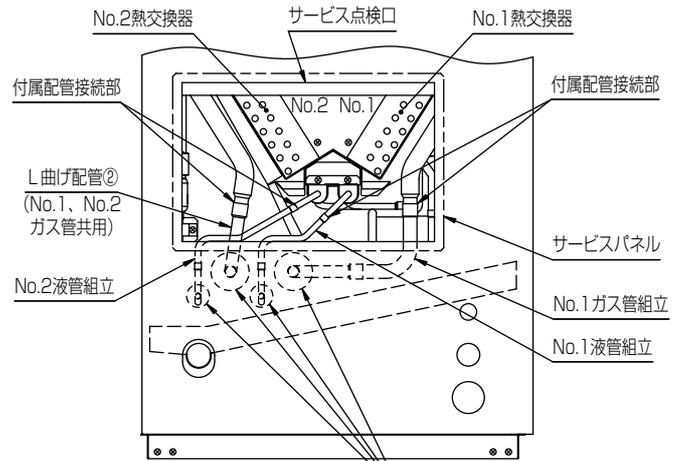
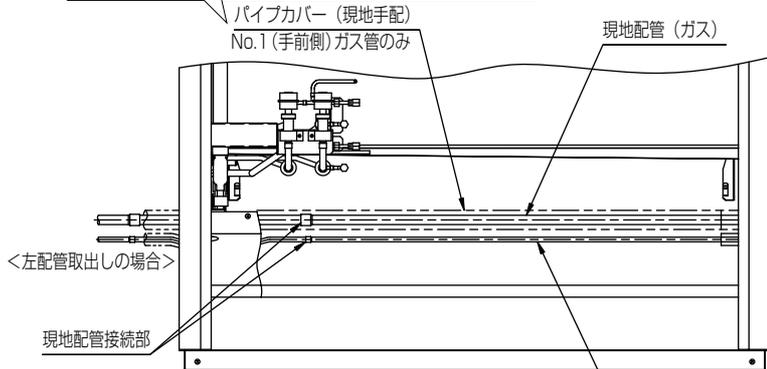

図6
図7
(6) 図6・図7に示すとおり、付属配管・現地配管を左側面サービス点検口および前面からろう付け接続を行ってください。
現地配管接続部 図7 → 付属配管接続部 図6
(7) 図7に示すとおりパイプカバーを取付けてください。